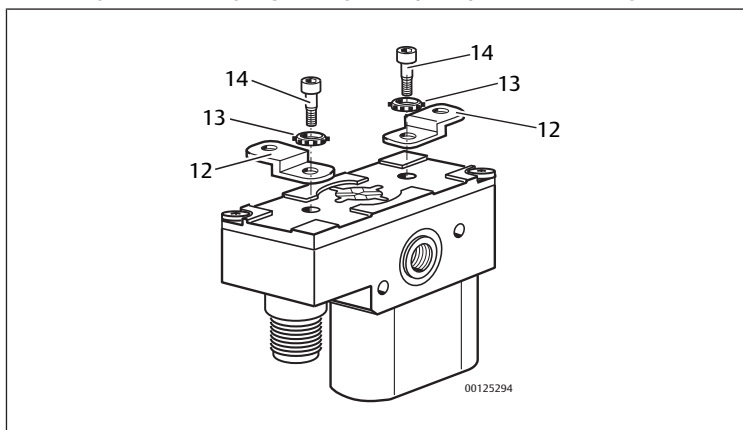

Fig. 2: Montaje con juego de fijación para placa de montaje
- 2 chapas de montaje (12)
- 2 anillos dentados (13)
- 2 tornillos de cabeza cilíndrica (SW 4) (14), par de apriete: 6 Nm
2. Monte el juego de fijación para placa de montaje como se representa. Véase → Fig. 2.